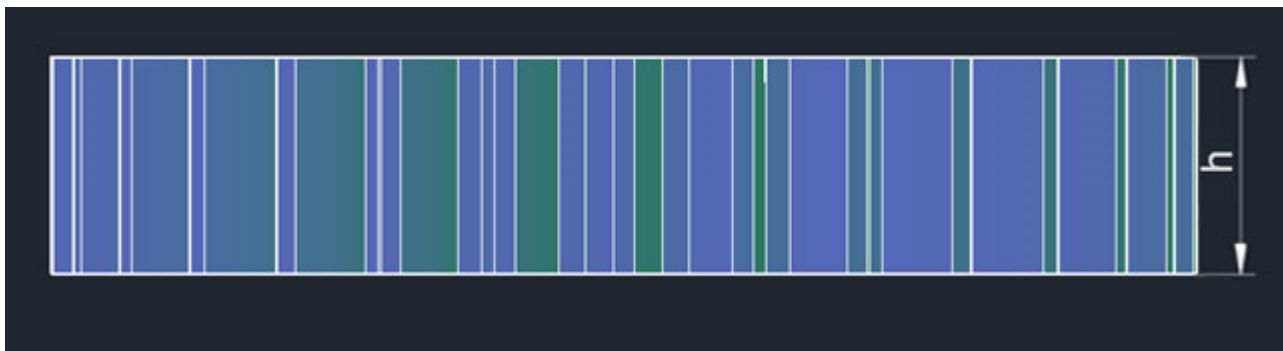

Рисунок 1.5 – Толщина пластины
- толщина пластины (рисунок 1.5);